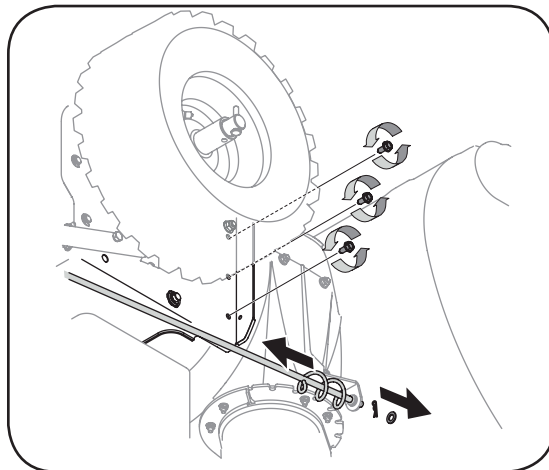

Figure 28
7. Retirez les boulons du haut qui maintiennent l'habillage de la tarière sur le châssis. Utilisez une clé de 1/2es de po. Voir la Figure 28.